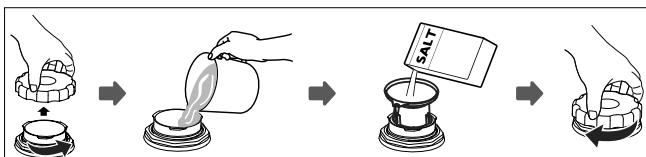

Fig. 13 – Remplissage du sel
- ▶ Retirez le panier à vaisselle (6) et dévissez le bouchon du réservoir de sel (11).
- ▶ Avant la première utilisation, versez environ 1 l d'eau dans le réservoir de sel (voir **Fig. 13**).
- ▶ À l'aide d'un ustensile approprié tel qu'un entonnoir de cuisine, versez 130 g de sel pour lave-vaisselle dans l'orifice du réservoir de sel (11). Il est normal qu'un peu d'eau déborde du réservoir lorsque vous le remplissez de sel.
- ▶ Une fois le réservoir rempli, revissez le bouchon à fond dans le sens des aiguilles d'une montre (voir **Fig. 13**).